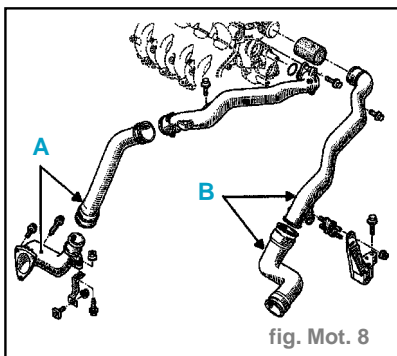

fig. Mot. 8
- les conduits d'air **(A)** et **(B)** (fig. Mot. 8),